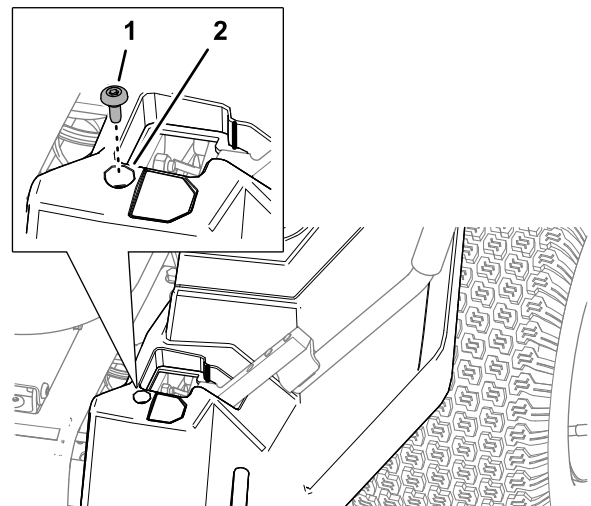

Figure 14
1. Retirez la vis à épaulement ($\frac{1}{4}$ " x $\frac{5}{16}$ ") qui fixe le carénage gauche sur la machine (Figure 14).